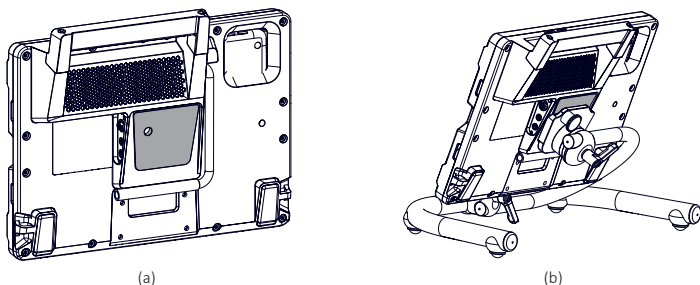

Bild 4.6 (a) UDS-adapterplatta ⑱ och (b) Rehadapter™ monterad på ett Rehadapt-bordsstöd\*
Dessutom kan Rehadapter™ monteras på alla Universal Device Socket (UDS) tillverkade av Rehadapt Engineering med hjälp av enhetens adapterplatta ⑱ (Bild 3.1 Översikt över Rehadapter™) som illustreras på Bild 4.6.